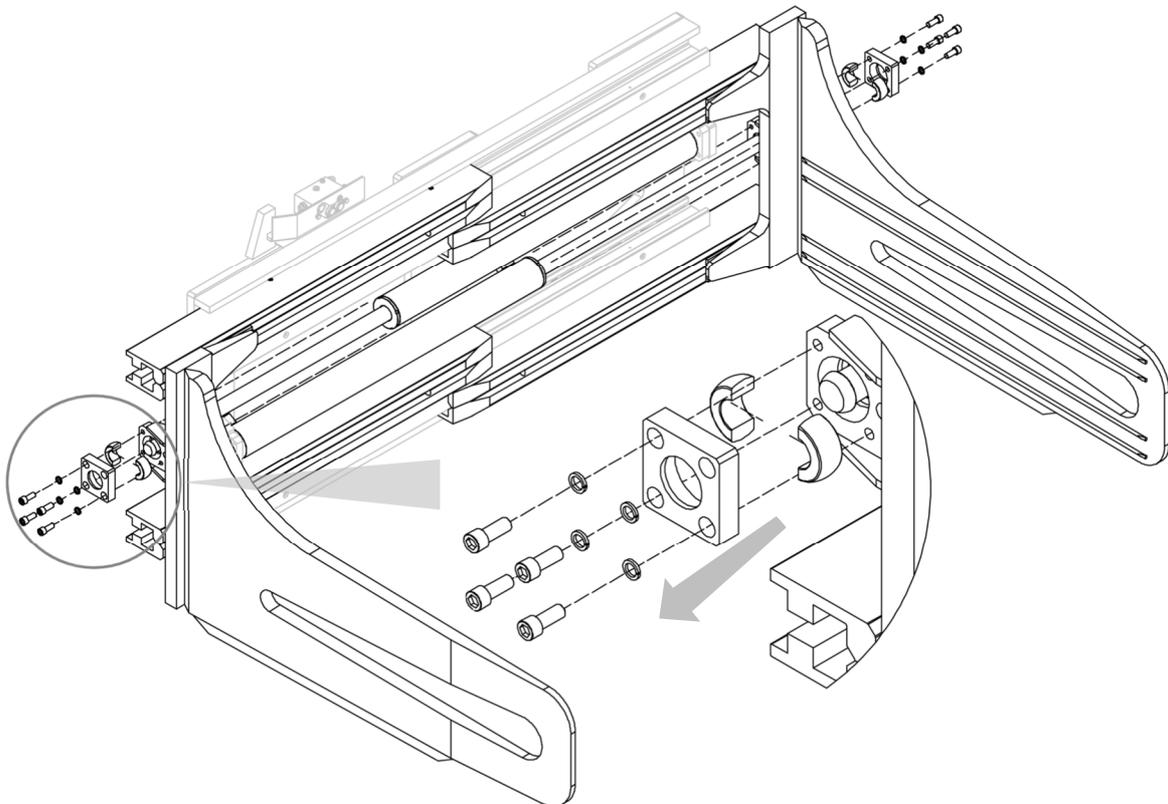

Abbildung 21
3. Entfernen Sie die Gegenflansche und die Klemmringe, die die Backen an den Zylindern befestigen (siehe *Abbildung 21*).